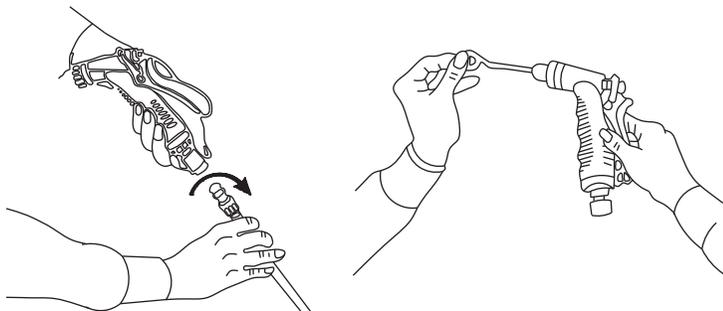

Рис.5
- При загрязнении пистолета-распылителя:** Загрязненный распылитель может привести к тому, что рабочее давление будет слишком высоким и вызовет скачок напряжения. Если распылитель загрязнен, выключите устройство, отсоедините распылитель от шланга, прочистите насадку распылителя устройством для чистки. - (рис. 5). Промойте устройство водой, либо продуйте сжатым воздухом. Если давление воды не нормализовалось, повторите всё ещё раз.